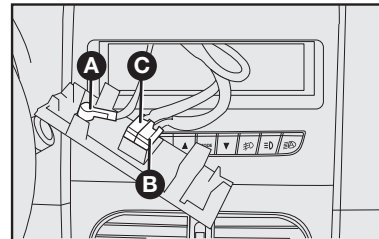

fig. 128
- cabo e plugue de alimentação elétrica para o autorrádio C-fig. 128.
- cabo e conector para antena de teto A-fig. 128.
- cabos e plugue para conexão dos alto-falantes e tweeters **B-fig. 128**.
- cabo de alimentação do autorrádio **C-fig. 128**.
- cabo para alto-falante dianteiro e traseiro **B-fig. 128**.